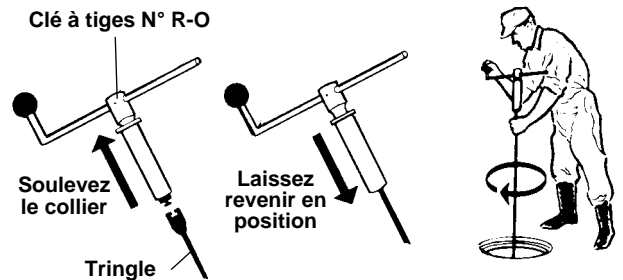

Figure 7 – Clé à tringles manuelle
13. Enlevez la clé à tringles (Figure 7).